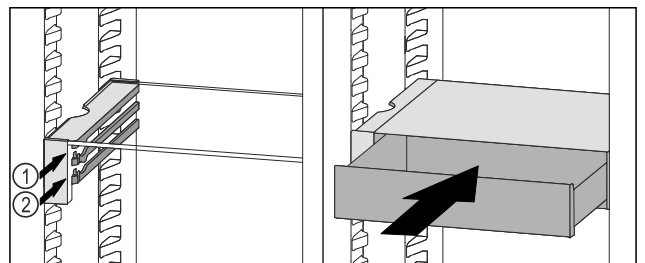

Fig. 85
- ▶ Aseta VarioSafe-vetolaatikko rajoittimien taakse halutulle kannattimelle Fig. 85 (1) tai Fig. 85 (2).